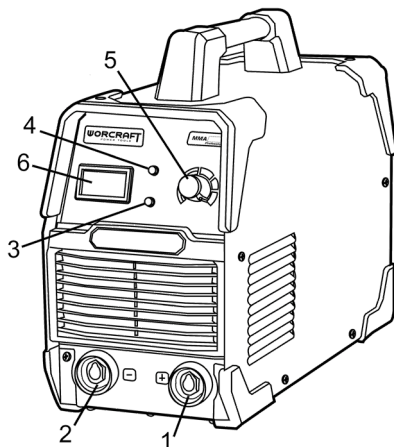

Рисунок 1
Зварювальний кабель з електродотримачем, як правило, приєднується до роз'єму з позитивною полярністю «+» (1, рисунок 1), а зварювальний кабель з робочим затискачем «маси» – до роз'єму з негативною полярністю «-» (2, рисунок 1).
3.5 Перед запалюванням дуги слід увімкнути апарат мережевим вимикачем (розташований на тильній стороні корпусу), натиснувши клавішу збоку позначки «ON». Потім встановіть необхідну величину сили струму поворотом рукоятки регулятора зварювального струму (5, рисунок 1). Вибір сили струму залежить від марки та діаметра електрода, типу металу, типу зварного з'єднання й інших умов.
Регулюйте зварювальний струм залежно від діаметра електрода, що використовується, та від типу зварювального шва. Значення обраного струму контролюйте за допомогою дисплея (7, рисунок 1). Допустимі струми зварювання для основних типів електродів залежно від їх діаметра наведено в таблиці 2.
Для увімкнення апарата переведіть перемикач «Увімк/Вимк» на задній панелі корпусу в положення «Увімк» («ON»), індикатор живлення (4, рисунок 1) почне світитись зеленим кольором. Тримавши маску (щиток) ПЕРЕД ОБЛИЧЧЯМ, проведіть кінцем електрода по місцю зварювання, причому рух має бути схожим на запалювання сірника. Це і є правильний метод отримання дуги.
Для вимкнення апарата слід перевести перемикач «Увімк/Вимк» на задній панелі корпусу в положення «Вимк» («OFF»). Індикатор живлення (4, рисунок 1) при цьому згасне.